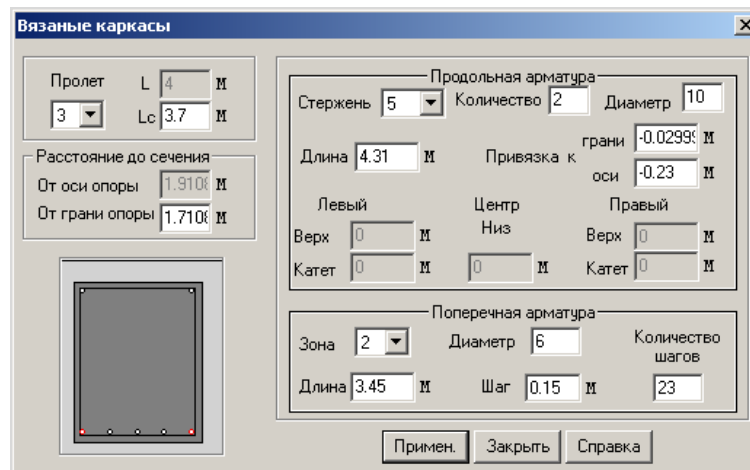

Рис. 6.3.7. Окно диалога Вязаные каркасы
- Щелкните правой кнопкой мыши на рисунке эпюры материалов, например, в середине третьего пролета – откроется окно диалога **Вязаные каркасы** (рис.6.3.7).